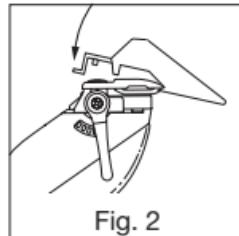

Fig. 2
- Fixer le guide de coupe en le tenant dents orientées vers le haut puis en l'enclenchant sur la partie inférieure de la tête de coupe (figure 2).